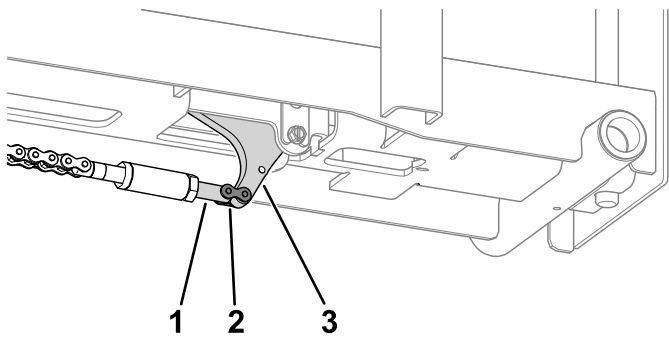

**Рисунок 13**
5. Используйте звено цепи для установки цепи на винтовую стяжку цепи (Рисунок 13).
6. Установите шестигранный вал на винтовую стяжку цепи (Рисунок 13).
7. Используйте контргайку для установки винтовой стяжки звена цепи на шестигранный вал (Рисунок 13).